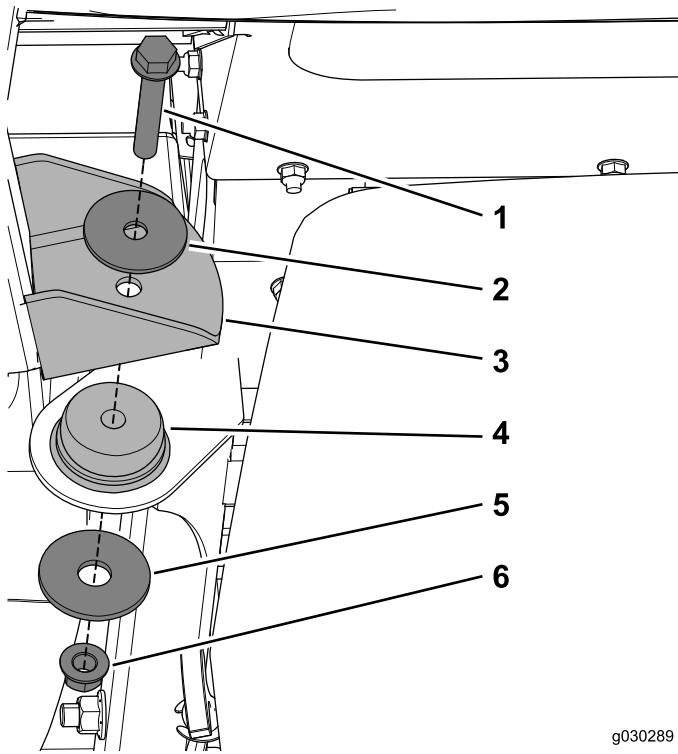

Figure 19
- Utilisez un boulon ($\frac{1}{2}$ x 3 po), une rondelle de butée, une grande rondelle et un contre-écrou pour fixer la cabine sur les supports arrière sur la machine (Figure 19).